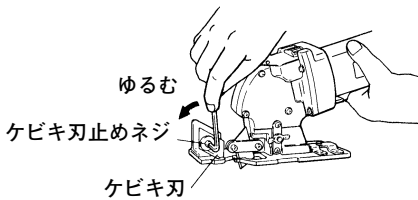

図 23
(1) ケビキ刃を固定しているケビキ刃止めネジを六角棒スパナで、反時計方向にまわしてゆるめます。(図23)
(2) 裏側のナットを押さえながらケビキ刃止めネジを抜きケビキ刃はずします。